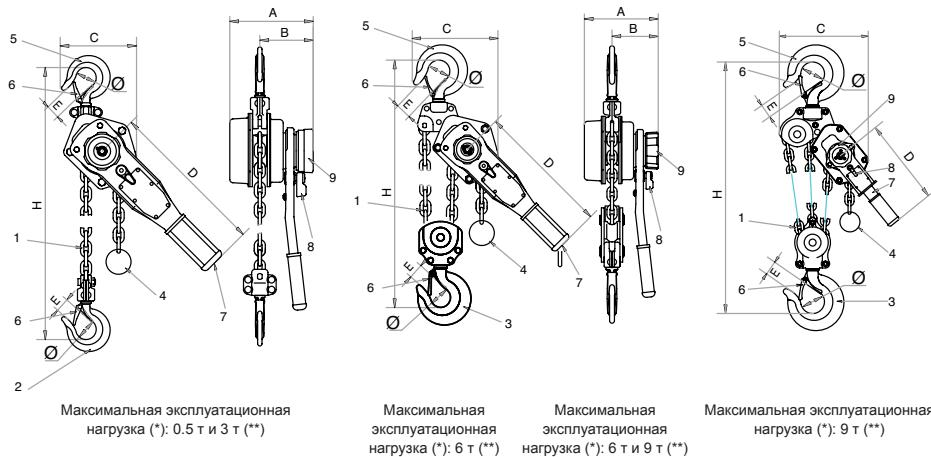

Рис. 1
Таль bravo™ поставляется с подъемной цепью (схема 1, рис. 1) стандартной длины 1.50 м. Подъемная цепь для моделей 0.5 – 3. т состоит из одной ветви, на конце которой находится подъемный крюк (схема 2, рис. 1). Подъемная цепь (поз. 1, рис. 1) модели г/п 6 т состоит из 2 ветвей и одного грузоподъемного крюка (поз. 3, рис. 1). Подъемная цепь
(поз. 1, рис. 1) модели г/п 9 т состоит из 3 ветвей и одного грузоподъемного крюка (поз. 3, рис. 1).
Свободный конец цепи снабжен нижним ограничителем хода (схема 4, рис. 1).
крюк подвески (схема 5, рис. 1), и что предохранитель крюка (схема 6, рис. 1) надежно закрыт (см. рис. 2 и 3).
Управление талемом bravo™ осуществляется за счет рычага (схема 7, рис. 1), который оператор двигает туда и обратно, чтобы поднять, опустить или потянуть груз.
2. Поставить рычаг переключения (схема 8, рис. 1) движения в положение "0".
3. Без груза, повернуть колесо (схема 9, рис. 1) управления против часовой стрелки и открыть тормоз; цепь свободна.